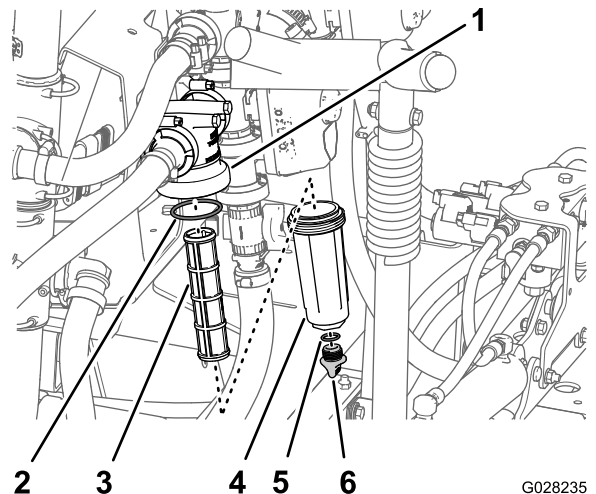

図 146
2. 圧力フィルタの下に受け容器をおく 図 146。
3. 圧力フィッティングのドレンプラグを左に回して外す 図 146。
4. ボウルを左に回してフィルタヘッドから外す 図 146。
5. 古い圧力フィルタエレメントを外す 図 146。
6. ドレンプラグの O リングボウルの内側とボウルの O リングフィルタヘッドの内側に傷や破損がないか点検する 図 146。
7. 新しい圧力フィルタエレメントをフィルタヘッドに取り付ける 図 146。
8. フィルタヘッドにボウルを取り付けて手締めする 図 146。
9. ボウルにプラグを取り付けて手締めする 図 146。